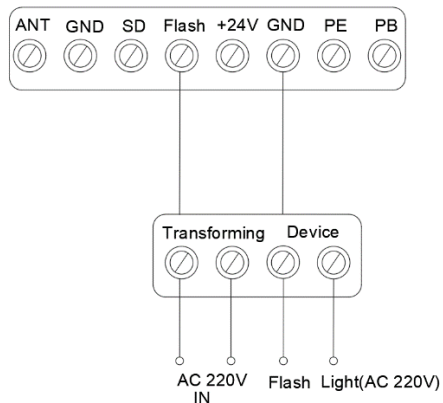
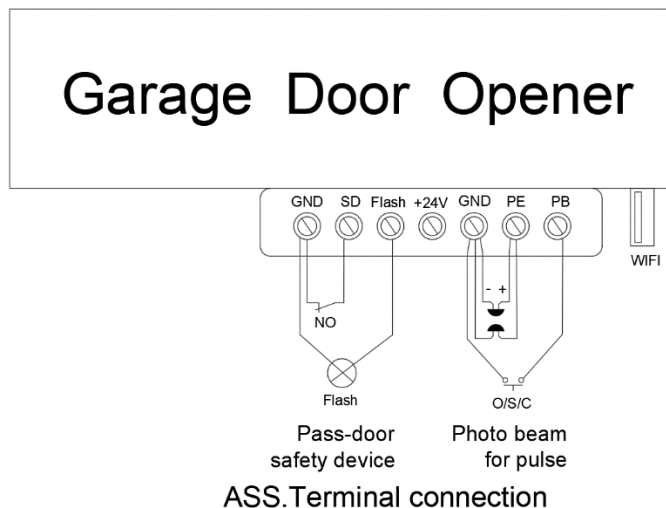

Abbildung 16
Abbildung 17
2. Blitzlichtfunktion. (Abb. 16, Abb. 17)
3. Schutz vor Schlupftüren (SD) (Abb. 16, Abb. 17)
4. Externe Stromversorgung (BAT) und Antenne (ANT), WIFI-Anschluss (Abb.17)